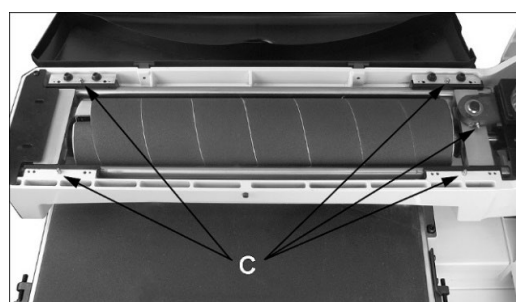

Abb. 10-2: Schmierstellen
- Alle 150 Betriebsstunden die 5 Schmiernippel (C, Abb. 10-2) mit Lagerfett (NLGI # 2, DIN 51818) schmieren. *Nicht überfetten.*